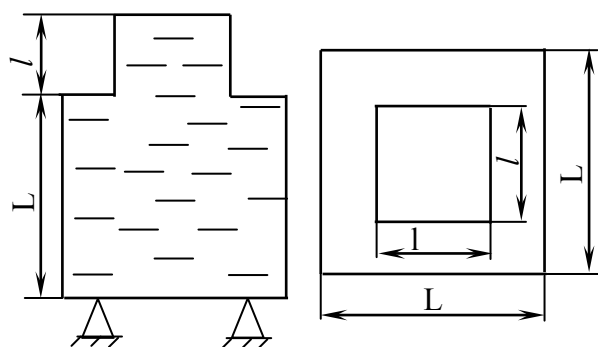

Рисунок 4.9
4.2.10 Визначити силу тиску води (температура води t) на дно посудини і на кожну з чотирьох опор (див. рис. 4.9). Поясніть результати.